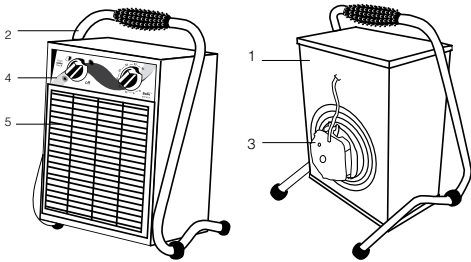

Рис. 1. Тепловентилятор
Несущая конструкция тепловентилятора (см. рис. 1) состоит из корпуса (1) и подставки-ручки (2). Вентилятор (3) расположен в задней части тепловентилятора. Блок управления расположен в верхней части корпуса под крышкой. Органы управления вынесены на переднюю панель (4). Внутри корпуса расположены трубчатые электронагревательные элементы, закрытые с лицевой стороны тепловентилятора решеткой (5). Воздушный поток, втянутый вентилятором в корпус, проходя между трубчатыми электронагревательными элементами, нагревается и подается в помещение через решетку.